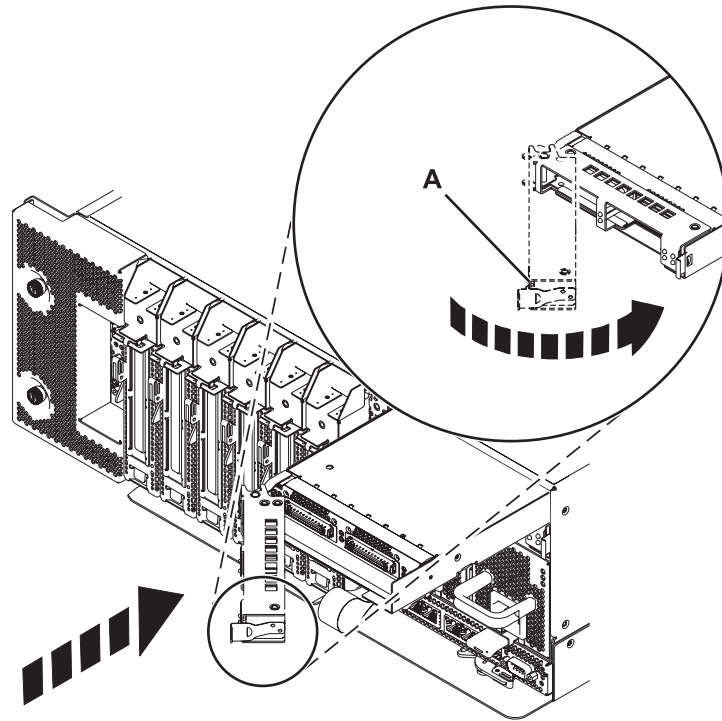

図2. システムへの GX アダプターの取り付け
12. 7 ページの図 2 に示す方向にアダプター・カバーを回転させて、カチッという音がしてロッキング・タブ (A) が所定の位置に収まるまでカードに向かって押し込みます。